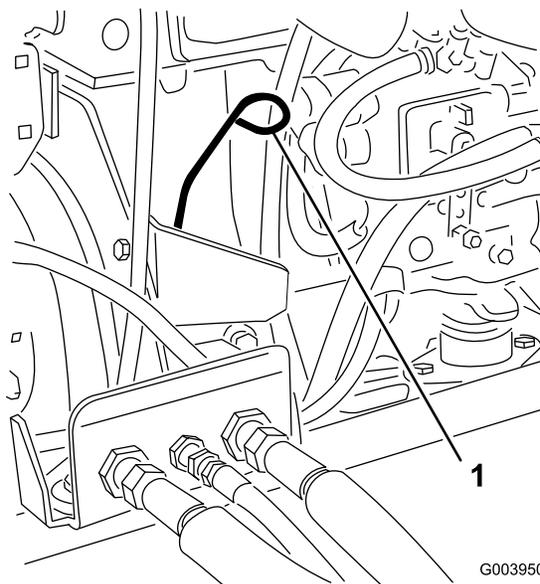

Figura 44
3. Togliete l'asta di livello, asciugatela e reinseritela (Figura 44).